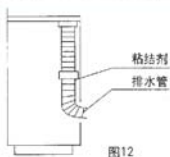

图12
- (2) 排水管应由内向外如图12所示倾斜，以便冷凝水排除。
- (3) 为了防止排水管接口处泄漏，请在接口处使用粘结剂，见图12。
- (4) 安装时可根据具体情况来布置管道走向，既可由后板孔内通出，也可在左右侧板或底座相应的孔中通出。